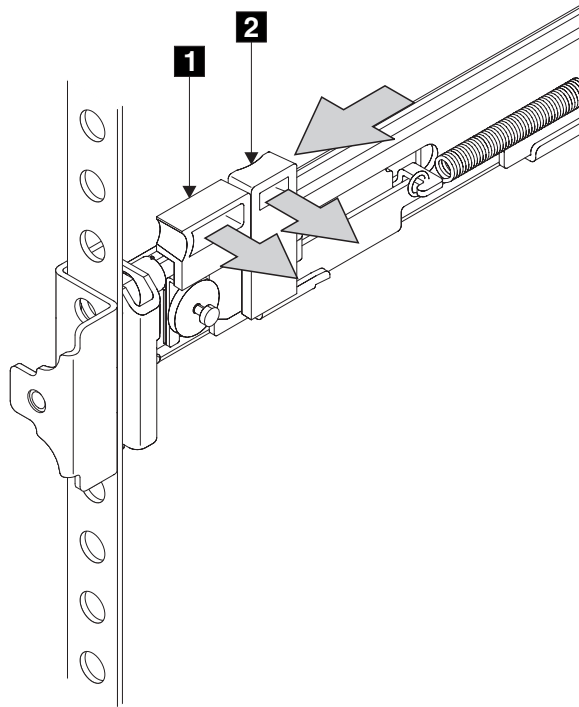

図 31. ラッチ・ロック・キャリア・アセンブリーのクローズ
13. ラッチ・ロック **2** (35 ページの図 31) をレールから押し出して、キャリアを解放する。ラッチ・ロック・キャリアは、ラックの前面に向かってスライドし、位置決めピンは、前面フランジおよび前面レール・ブラケットにある穴を突き抜けます。